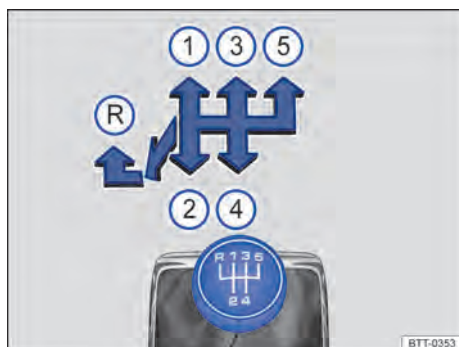
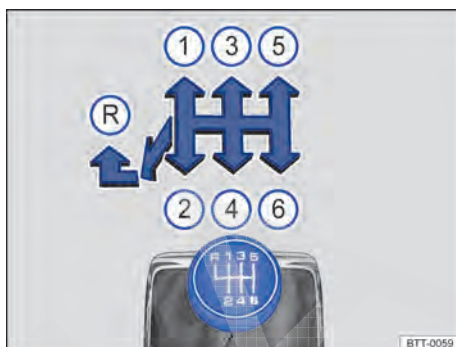

Fig. 164 Esquema de troca de marchas da transmissão manual de 5 marchas.
Fig. 165 Esquema de troca de marchas da transmissão manual de 6 marchas.
As posições de cada marcha estão representadas na alavanca da transmissão ⇒ **Fig. 164** ou ⇒ **Fig. 165**.
- Empurrar a alavanca da transmissão totalmente para a esquerda e depois para frente até a posição da marcha à ré ⇒ **Fig. 164**  ou ⇒ **Fig. 165** .